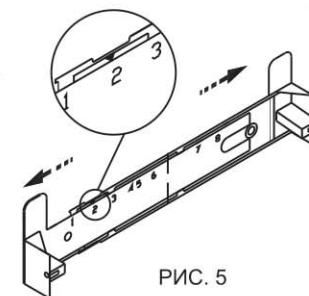

РИС. 5
- прежде чем прикрепить кронштейн к стене, необходимо выставить кронштейн на нужный размер (равный ширине верхней фальштрубы), для этого увеличьте размер кронштейна (если это необходимо), раздвинув его, и установите фиксатор напротив цифры 2 (см. рис.5);